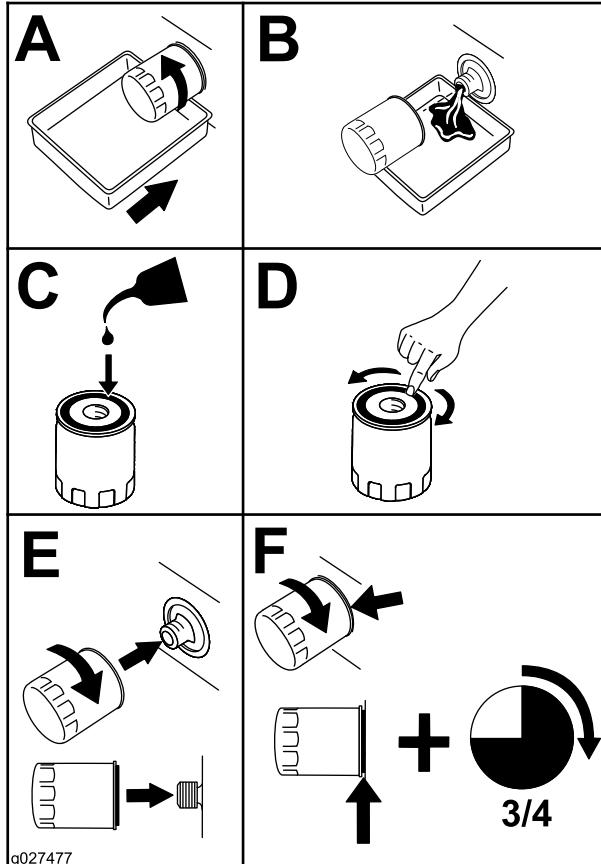

Figure 54
- Remplacez le filtre à huile moteur (Figure 54).